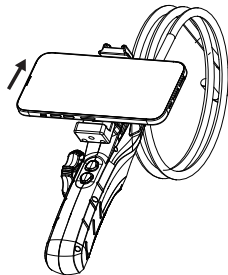
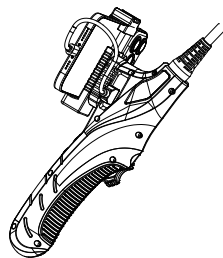

Рис.6
Рис.7
4) Закрепите смартфон в держателе (рис. 6), подключите один конец кабеля к разъему USB устройства, а другой конец кабеля – к смартфону (рис. 7). Важно! ваш Android-смартфон должен поддерживать функцию OTG и подключение внешней камеры.